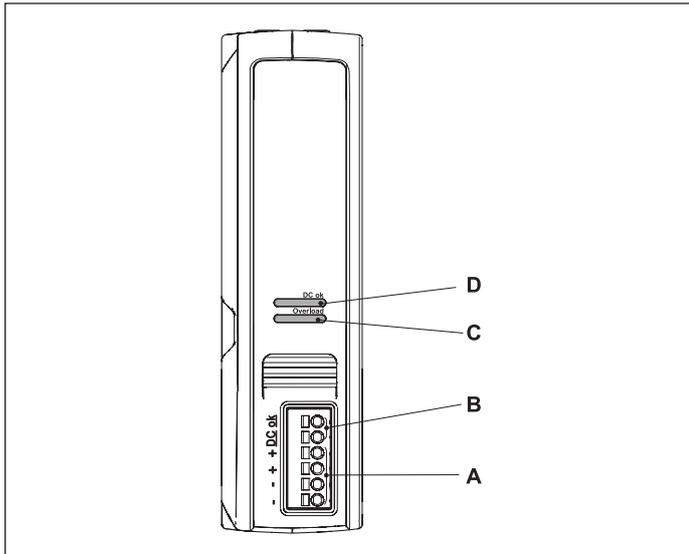

Abbildung 1
4. Bedien- und Anzeigeelemente (Abbildung 1)